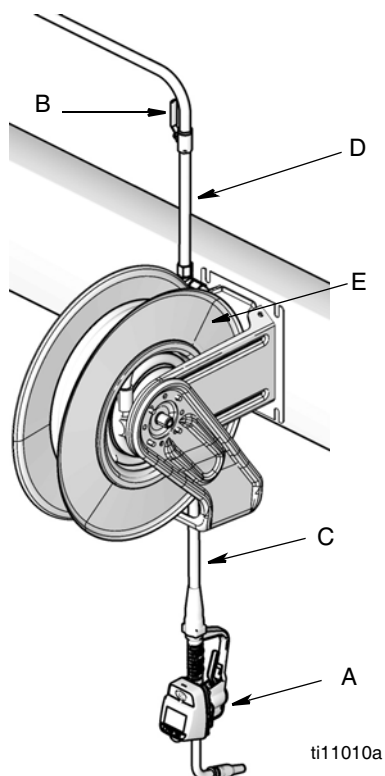

FIG. 13
Installazioni tipiche (FIG. 13)
L'installazione illustrata in FIG. 13 serve solo come guida. Non rappresenta uno schema completo del sistema. Contattare il distributore Graco per l'assistenza tecnica per progettare un sistema adatto alle proprie necessità.
2. Chiedere la valvola di intercettazione (B, FIG. 13).
1. Chiudere la valvola di spegnimento fluidi (B, FIG. 13, pagina 13) in ciascuna posizione di erogazione.
4. Aprire lentamente la valvola di intercettazione del fluido (B) nella posizione di erogazione. Lasciar fuoriuscire un quantitativo d'olio sufficiente a garantire che l'intero impianto sia pulito; quindi chiudere la valvola.